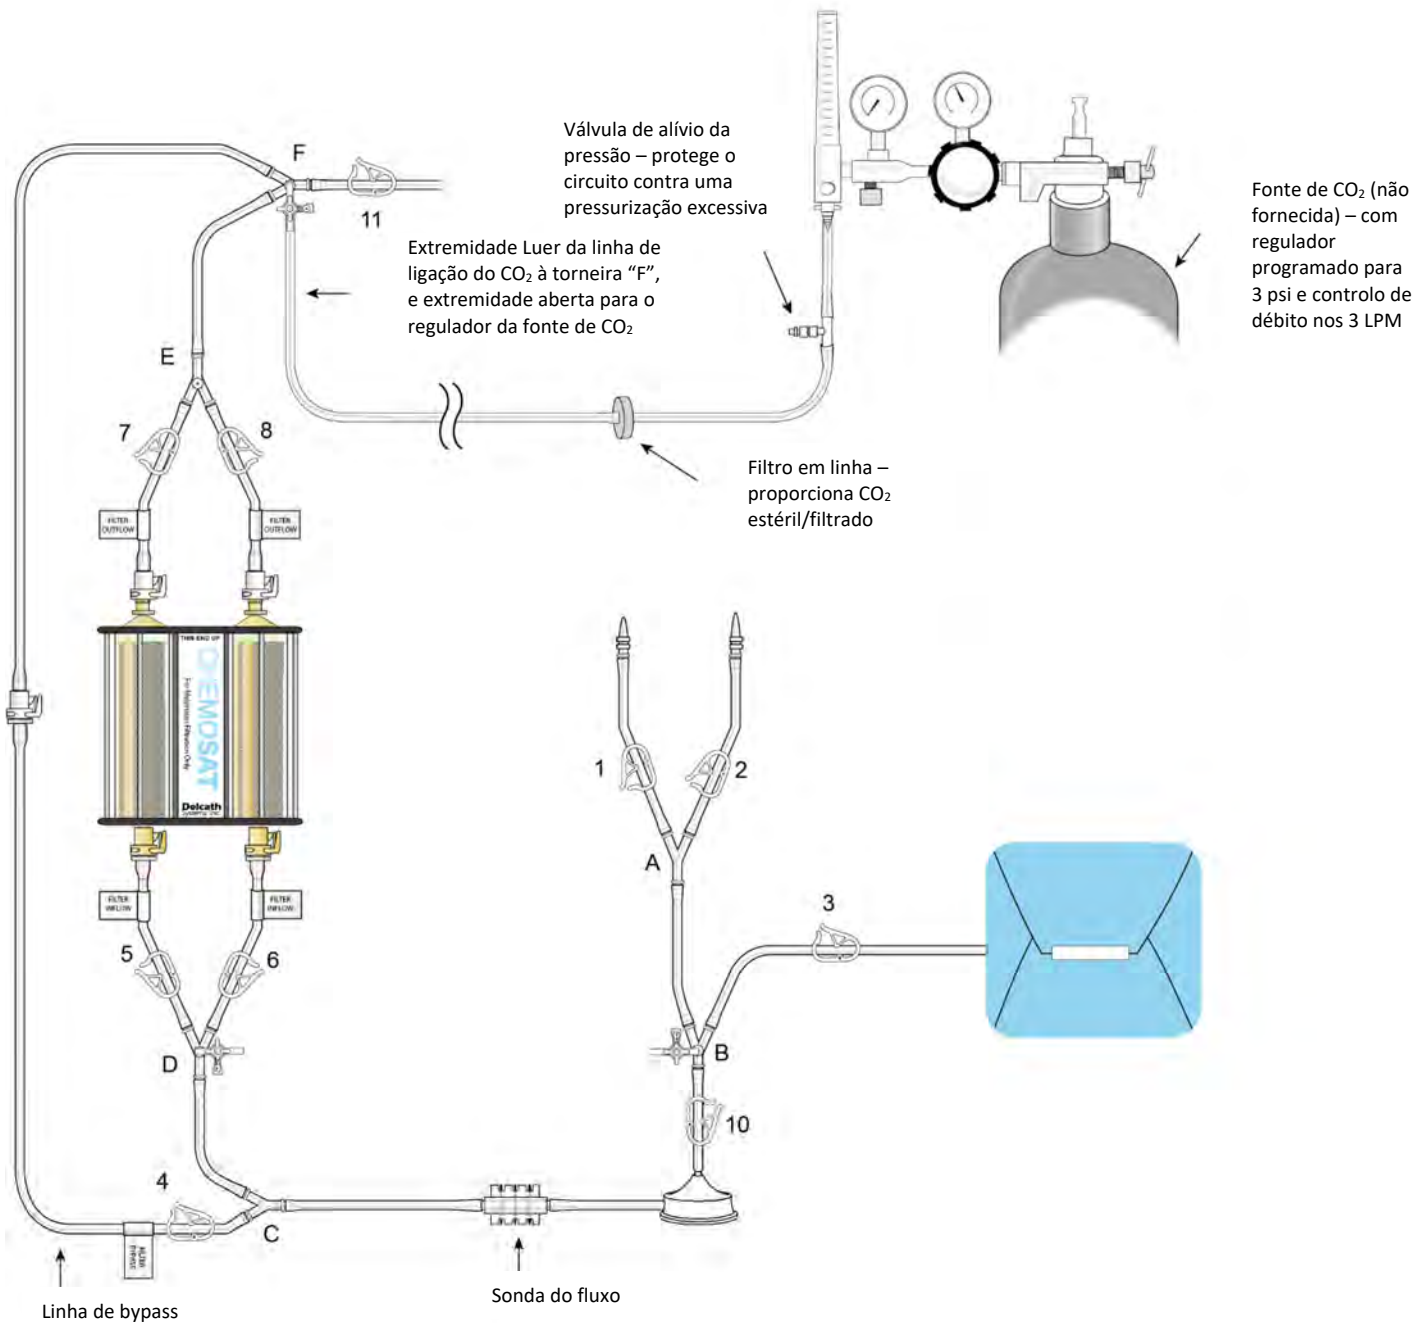

Figura 12
- Feche o clampe de saída (11), ligue a linha de ligação do CO₂ à torneira "F", e abra a torneira, ver Figura 12.